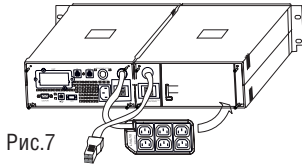

Рис.7
8. Совместите две маленьких монтажных планки на задней панели основного блока и БМ и закрепите их винтами. Установите разъемы выходного напряжения на задней панели основного блока. Рис.7